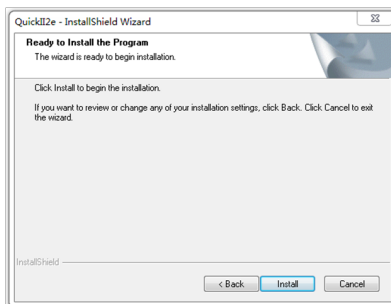

图 1.5
- 若用鼠标左键单击 (Next) 按钮，则进行下一步安装，进入安装类型选择画面，如图 1.5 所示。
4、进入“准备安装程序”画面如图 1.5 所示。